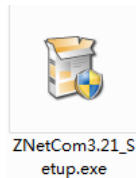

图 5.1 安装文件
- ① 连接硬件: 使用网线将设备的 LAN 口连接至 PC 机网口,接上电源。
- ② 安装 ZNetCom 软件: ZNetCom 软件的安装方式见图 5.1 安装配置软件一节,请使用最新版本,用户可在以下链接中下载到最新版本的软件。
双击如图 5.1 所示的 ZNetCom3.21\_Setup.exe 文件，开始安装。